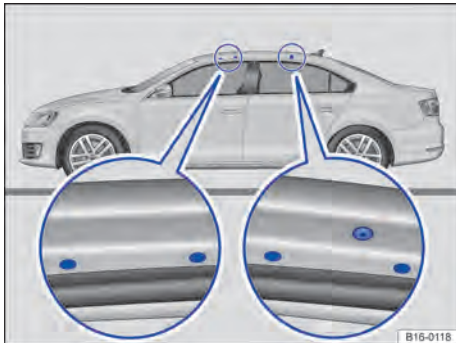

Fig. 116 Pontos de fixação dos suportes de base.
As marcações para fixação na frente encontram-se nos lados inferiores das vigas do teto \Rightarrow Fig. 116 (lupa esquerda). As marcações e furos para fixação atrás encontram-se nos lados inferiores das vigas do teto.
- Fixar os suportes de base somente nas perfurações e marcações indicadas na figura \Rightarrow Fig. 116.